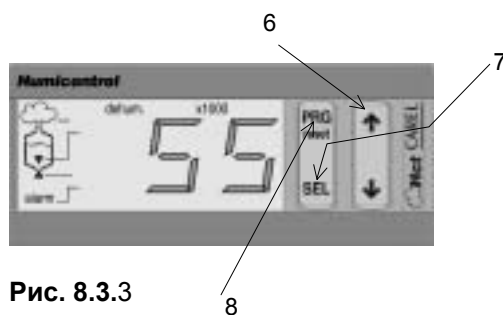

Рис. 8.3.3
6. Кнопками ▲ и ▼ введите новое значение параметра (длительное удержание кнопок ускоряет скорость прокрутки) - рис. 8.3.3.